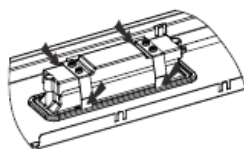

Imagen 2
- Forma 1. Utilice una herramienta o la mano para presionar la astilla del resorte de ambos lados de la bombilla led hacia el interior, hasta que la bombilla salga, consulte la imagen 2. Después tire del cable que conecta la bombilla ligeramente hacia fuera, consulte la imagen 3.